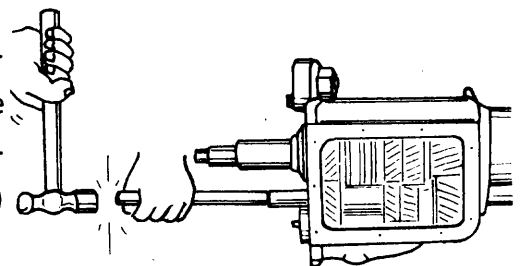

Fig. 2
- c Retire el pasador del eje intermedio, golpeándolo desde la parte delantera con un botador de bronce o aluminio (fig.2)